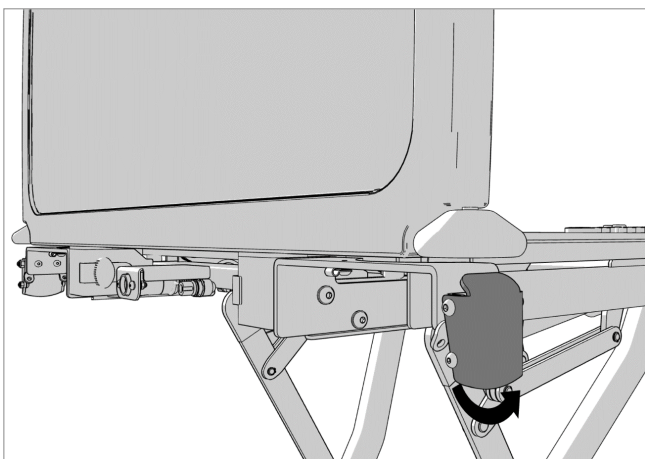
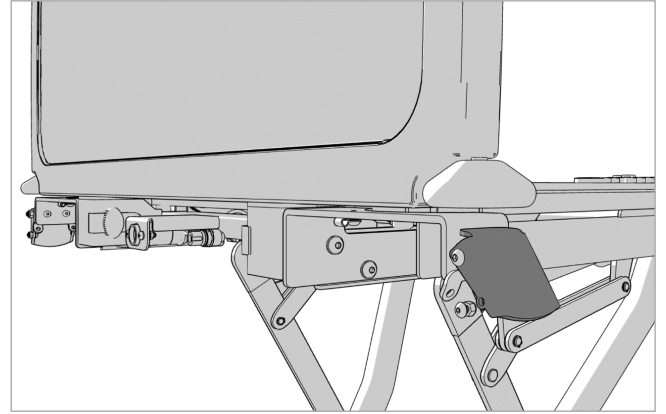

Afbeelding 10.1
Afbeelding 10.2
1. Plaats de reanimatiehendels aan het hoofdeinde van het bed aan weerszijden van het hoofdeinde, zoals weergegeven in Afbeelding 10.1 en Afbeelding 10.2. De reanimatiefunctie kan vanaf beide reanimatiehendels worden bediend.